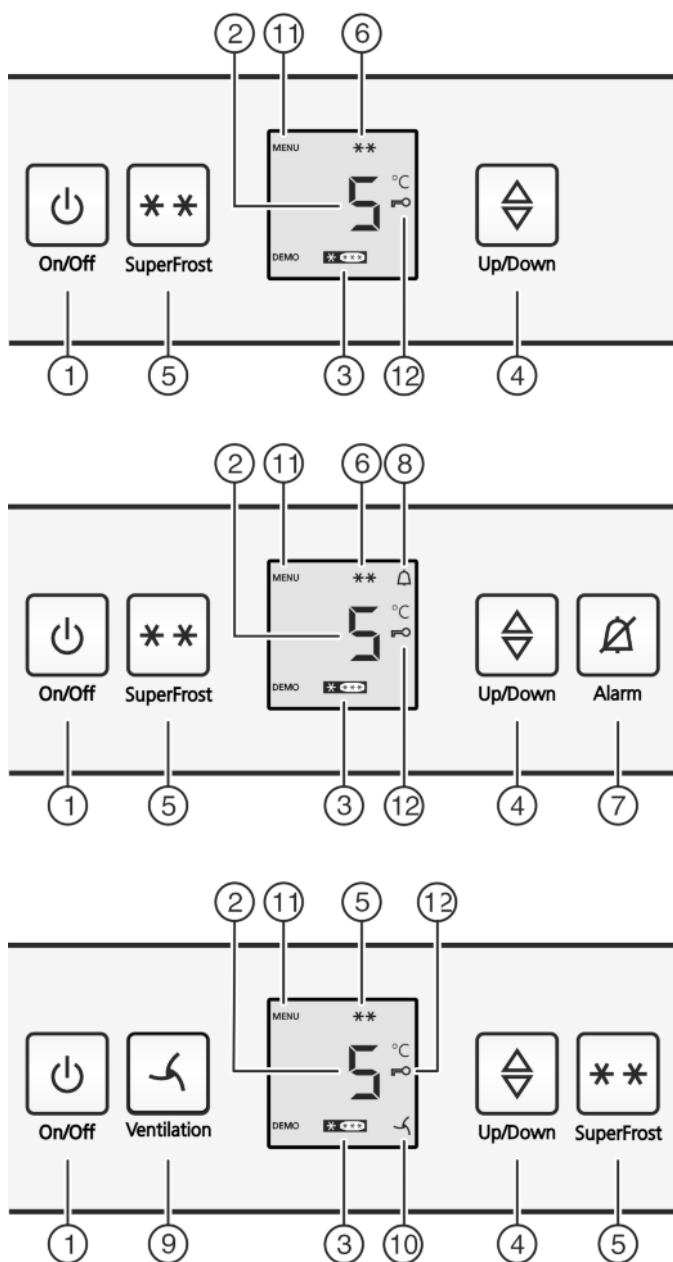

Fig. 2
- ▶ Натиснете бутона On/Off Fig. 2 (1).
- ▶ Активиране на режим настройки: Натиснете бутона SuperFrost Fig. 2 (5) за ок. 5 секунди.
- ▷ На индикатора се показва символът Меню Fig. 2 (11)
- ▶ Потвърдете чрез кратко натискане на бутона SuperFrost Fig. 2 (5).
- ▷ Символът Защита от деца Fig. 2 (12) светва на индикатора.
- ▶ Натиснете за кратко бутона On/Off Fig. 2 (1).
- ▷ Символът Защита от деца Fig. 2 (12) угасва.
- ▶ Натиснете бутона Аларма Fig. 2 (7).
Заедно с това температурният индикатор и графичният символ Аларма Fig. 2 (8) мигат.
Сирената автоматично спира, символът Аларма Fig. 2 (8) изгасва и температурният индикатор спира да мига, когато температурата отново е достатъчно ниска.
- ▶ Извикване на температурната функция: Натиснете бутона за настройка Fig. 2 (4).